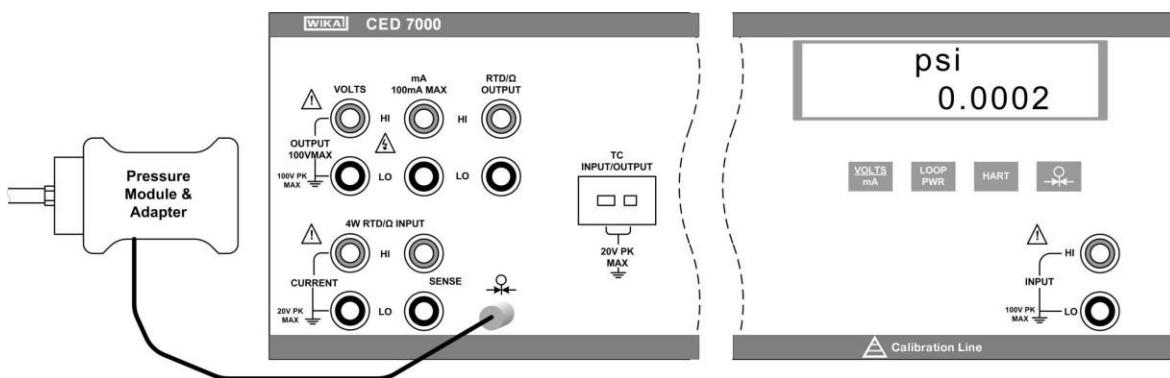

图 19 - 隔离压力模块连接
- a) 将压力模块连接到 CED 7000，如图 19 所示，